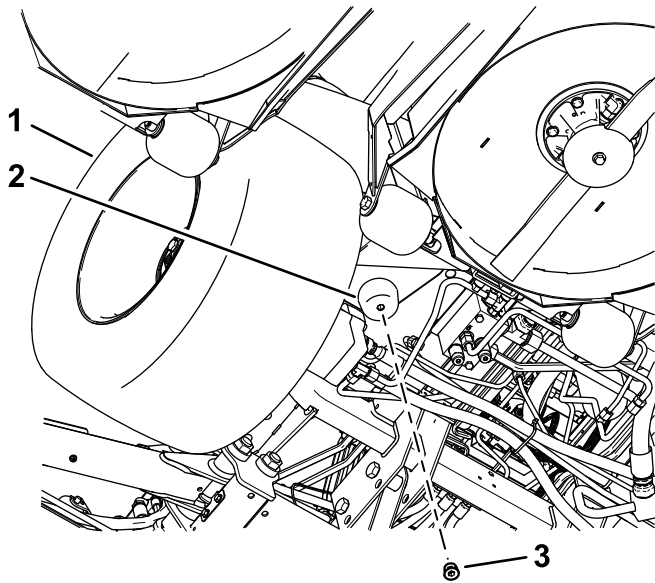

Figura 61
3. Retire el tapón de vaciado y deje que se vacíe el combustible (Figura 61).
6. Instale el tapón de vaciado y apriételo a 17,5-19,3 N·m; consulte Figura 61.